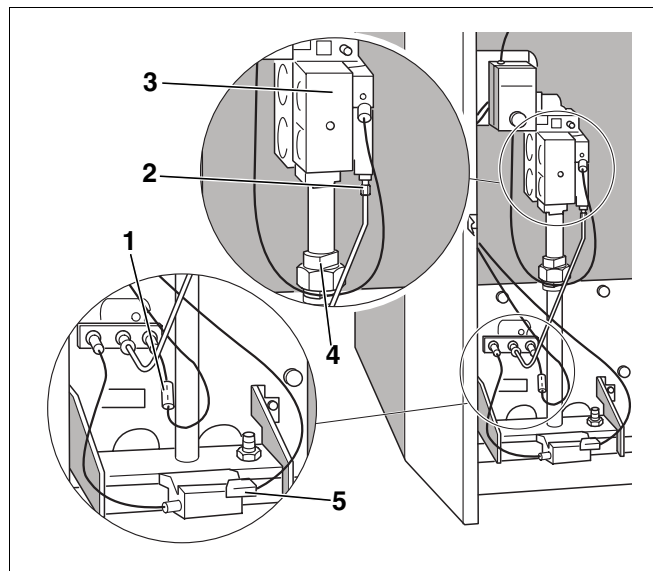

Abb. 47 Brenner ausbauen
- Verschraubung der Startgasleitung (Abb. 47, **Pos. 2**) an der Gasarmatur (Abb. 47, **Pos. 3**) lösen.
- Brenner an der Verschraubung (Abb. 47, **Pos. 4**) der Hauptgasleitung von der Gasarmatur trennen.
- Berührungsschutz (Abb. 47, **Pos. 1**) am Überwachungskabel entfernen und Steckverbindung lösen.
- Steckverbindung am Zündtrafo (Abb. 47, **Pos. 5**) lösen.